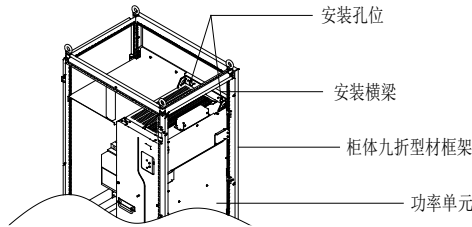

图 4-12 280~630kW 各类机型的机柜 3D
- B、GD270 系列 280~630kW 各类机型装入九折型材 600mm 深机柜时，安装横梁必须向内弯折（如图 4-12 所示），借用立柱的空间（在装 800mm 深或以上标准机柜时，无此限制）。